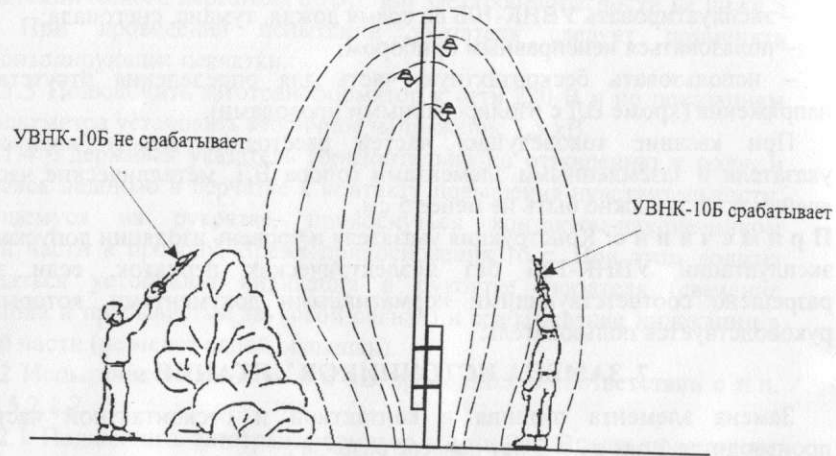

Рисунок 3
3.6.2 Для проверки наличия напряжения с земли на ВЛ 6 – 10 кВ нужно, не одевая перчатки, взять указатель за рукоятку, касаясь контакта 4 большим пальцем, поднять максимально высоко над головой по направлению к проводам ВЛ (см. рисунок. 3 на стр.14).
4.3 При определении наличия напряжения на ВЛ, КТП с земли чувствительность БЧ сильно уменьшается вблизи деревьев, кустарников и других посторонних предметов, в непосредственной близости от опоры, от членов бригады, а также при использовании БЧ на деревянной опоре. Поэтому при наличии деревьев и других посторонних предметов, закрывающих провода, необходимо отойти к середине пролета, свободной от помех распространению электрического поля (см. рис. 3). Штриховыми линиями схематично изображены силовые линии электрического поля.